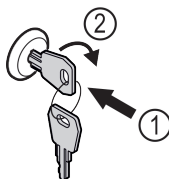

Fig. 161
- ▶ Пъхнете ключа. Fig. 161 (1)
- ▶ Завъртете го на 90° по посока на часовниковата стрелка. Fig. 161 (2)